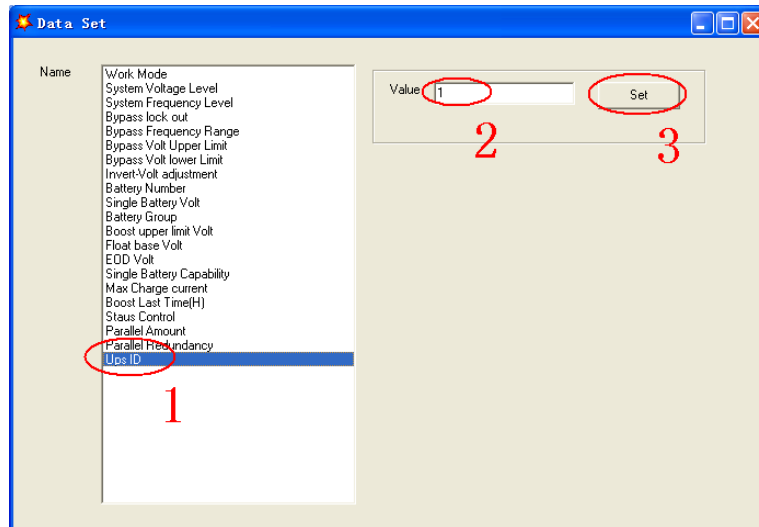

Fig. 5-11 Ajuste del valor de modo paralelo
- En la ventana «Data Set» (ajuste de datos), haga clic en «UPS ID» (ID del SAI), escriba un valor para el ID del SAI paralelo a la derecha, por ejemplo «1», y luego haga clic en «Set» (ajustar) como se muestra en la imagen siguiente (Fig. 5-11). Si el SAI emite un pitido, significa que el ajuste es correcto.